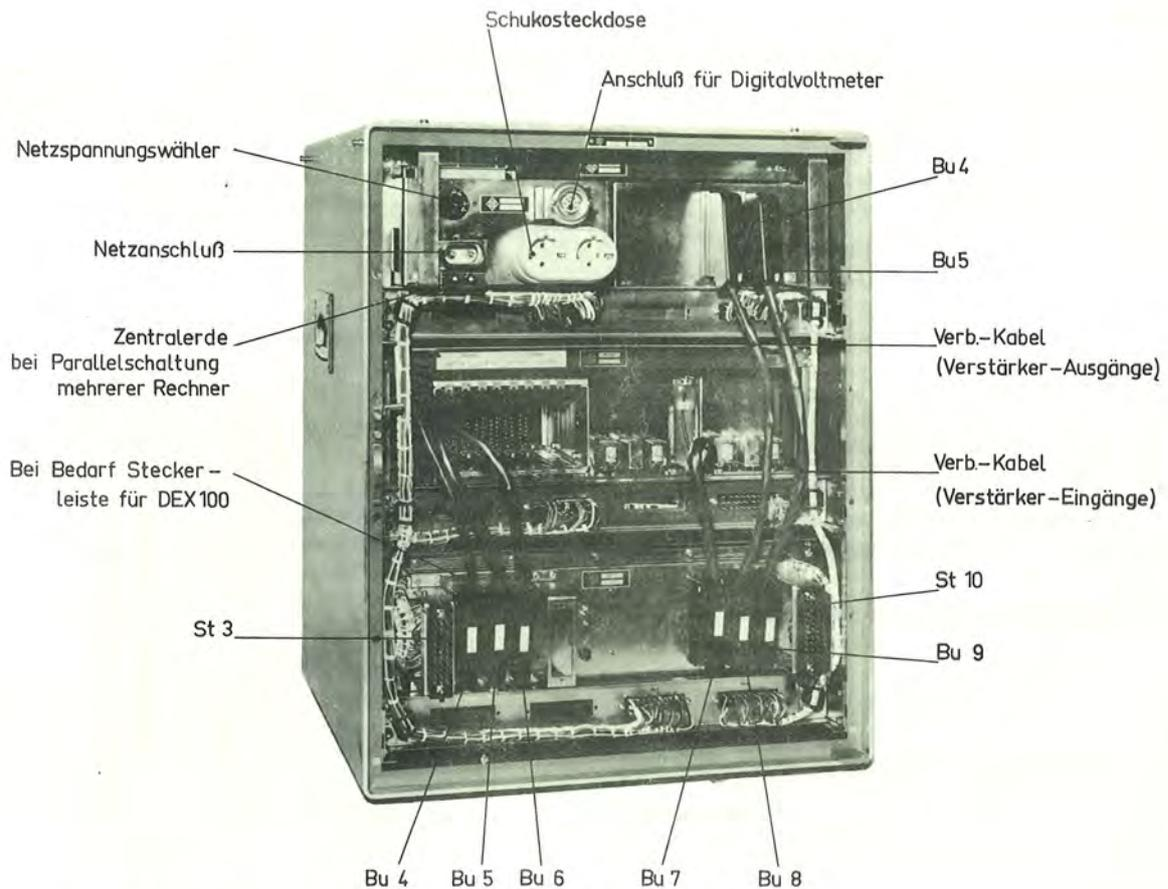

Bild 32 Lage der Anschlußelemente
3. Gerätestecker (Bild 32) über das Netzanschlußkabel mit dem Netz verbinden.
1. Messerleiste „Parallelschaltung“ durch Parallelschaltkabel mit Messerleiste „Parallelschaltung“ des jeweils benachbarten Rechners verbinden (St 3 oder St 10, Bild 32).